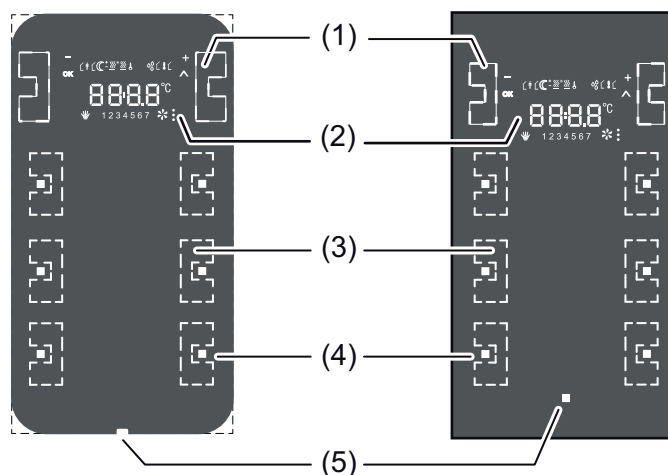

Figure 1: Conception de la face avant de l'appareil sur l'exemple de la variante « 3 postes »
L'appareil se compose de plusieurs surfaces de détection pouvant être commandées par effleurement. Dans le cas des surfaces de détection, il convient de distinguer les touches d'écran (1) et les touches affectées à la fonction de touche sensorielle (3) (figure 1). Les touches d'écran se trouvent directement à gauche et à droite de l'écran, et sont dédiées à la commande des fonctions prédéfinies du thermostat d'ambiance intégré ou du poste auxiliaire du régulateur. Ces touches permettent également d'activer la fonction de nettoyage de la surface en verre. Les touches sous-jacentes sont affectées à la fonction de touche sensorielle. Le nombre de touches dépend des variantes d'appareil. La fonction de touche sensorielle est une partie fonctionnelle autarcique de l'appareil avec des blocs de paramètres propres dans l'ETS.